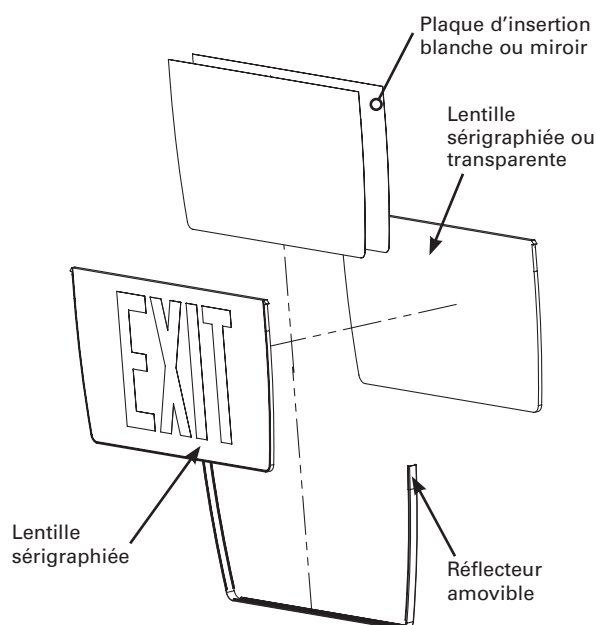

Figure 2.
3. Une fois que vous avez retiré l'attache du réflecteur de la lentille, le nombre de faces et le fond peuvent être configurés selon vos besoins. (voir figure 2)